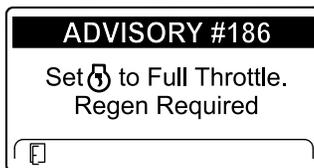

Рисунок 46
**Примечание:** Если температура выхлопа двигателя слишком низкая, на дисплее инфо-центра появится информационное сообщение № 186 (Рисунок 46), чтобы сообщить, что необходимо установить максимальное положение дроссельной заслонки (высокая частота холостого хода).